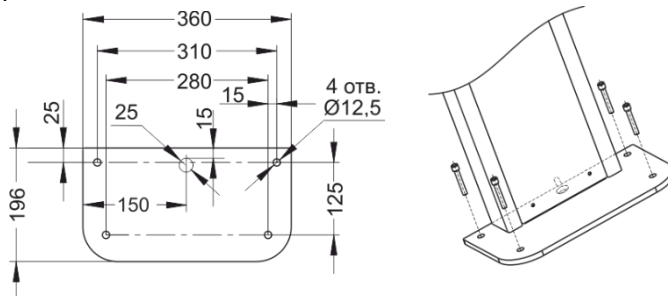

Рисунок 3. Установка турникета на основание
- Выполните разметку четырех крепежных отверстий основания турникета отверстия для подвода кабеля (если требуется) «по месту». (анкерные болты в комплект поставки не входят) см.рис.3.